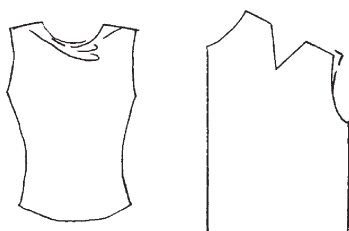

Рис. 37. Горизонтальные заломы от плечевого шва к горловине спинки
*Дефект 3:* горизонтальные заломы от плечевого шва к горловине спинки (рис. 37).